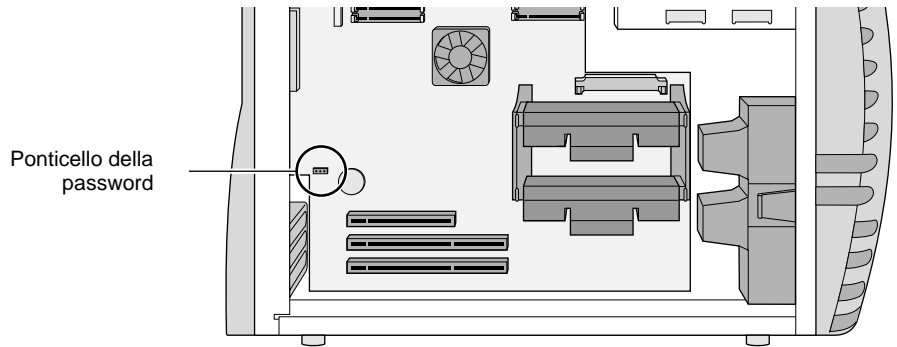

Figura 8-1 Ponticello della password
4. Individuare il ponticello della password appena sopra agli slot PCI sulla scheda di sistema, come illustrato nella Figura 8-1.